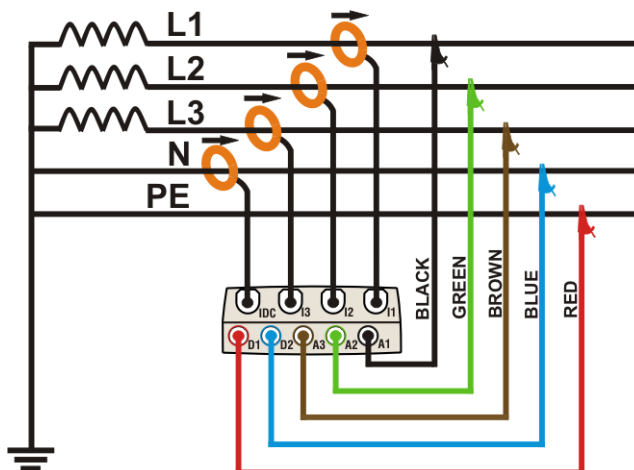

Abb. 205: Anschluss des Messgerätes an ein Drehstrom-Netz 4Leiter & PE
- Schließen Sie die Spannungsprüfleitungen an die Außenleiter L1, L2, L3, den Neutraleiter und den Erdleiter an und achten Sie dabei auf die Farben, wie oben Abb. 205. dargestellt. **Überzeugen Sie sich davon, dass das Ergebnis „123“ im Display mit der korrekten Drehfeldrichtung übereinstimmt** (siehe Absatz 5.2.1), und korrigieren Sie diese, falls erforderlich.